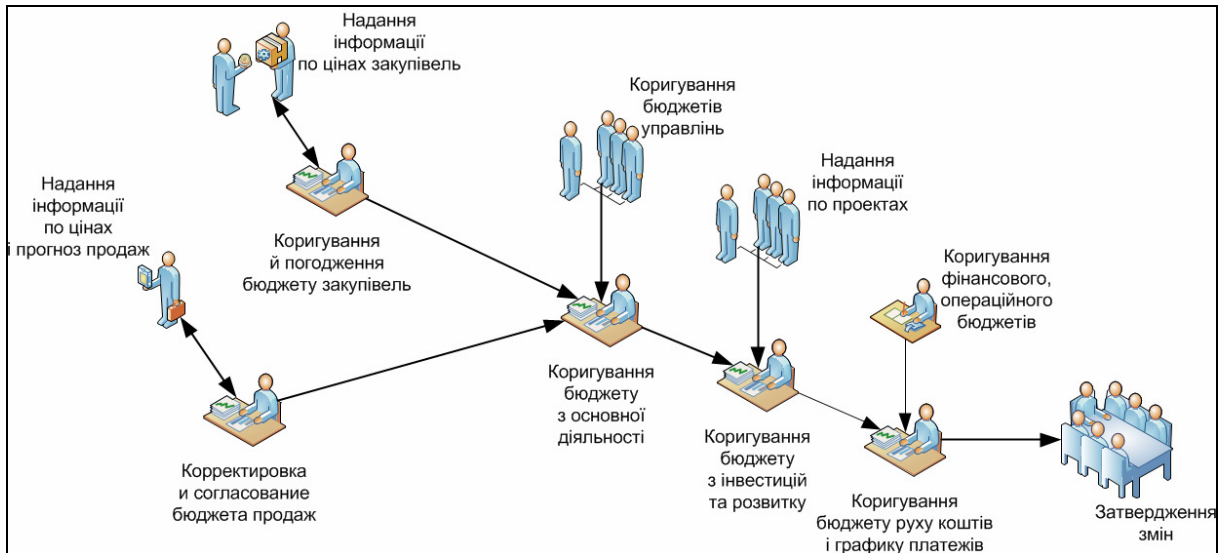

Рис. 4.11. Діаграма потоків робіт
5. Змістимо написи фігур так, щоб вони не заважали читанню креслення (кнопка стрічки  *Главная / Блок текста*) (рис. 4.11).